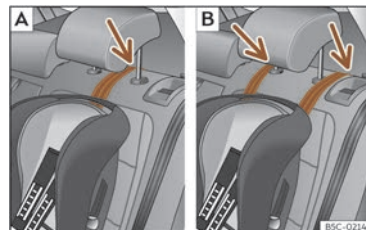

Fig. 37 Bancheta din spate: reglarea și asamblarea trebuie făcute conform curelei Top Tether.
- Treceți cureaua pe sub tetieră (conform instrucțiunilor scaunului, ridicați sau demontați tetiera dacă este necesar) >>> **fig. 37**.